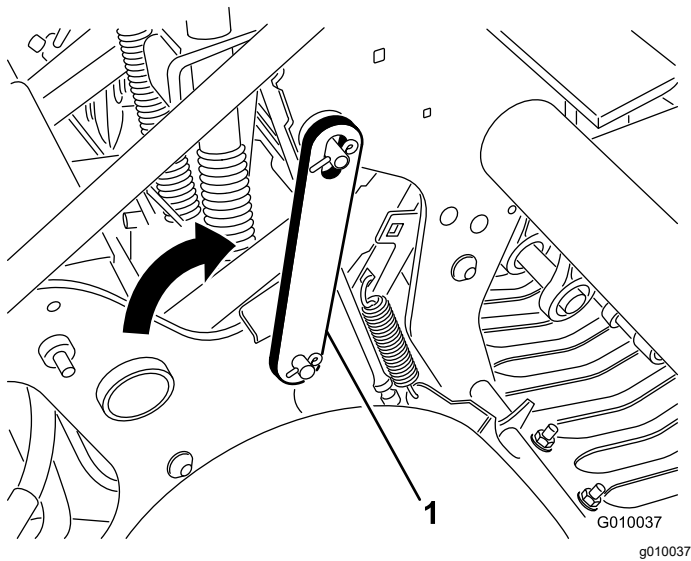

图 19
4. 向后转动检修闩锁并将其插入打孔头销图 19。用锁紧环将闩锁固定。